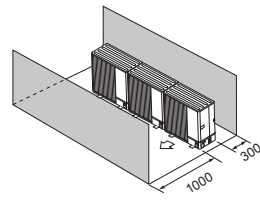

Fig. 2-15
- (4) Ostruzioni o superfici chiuse solo davanti e dietro (Fig. 2-15)